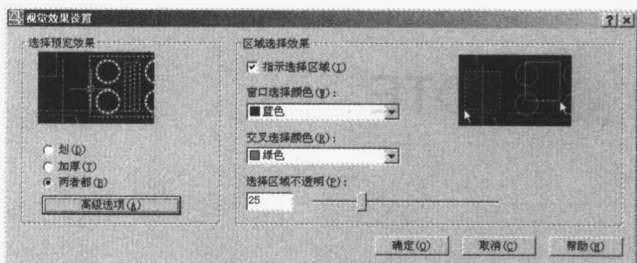

图 1-16 “视觉效果设置”对话框
step 15 在上面选项卡中的“选择预览”栏中单击“视觉效果设置(G)”按钮, 则弹出如图 1-16 所示的窗口。在此对话框中可以设置选择预览效果、区域预览效果。其中在“区域选择效果”栏中的“窗口选择颜色”下拉列表框中选择的颜色是在绘图区中, 用鼠标光标由左上角至右下角框选时框选背景的颜色; 而在“交叉选择颜色”下拉列表框中选择的颜色为用鼠标光标由右上角至左下角框选时框选的背景颜色。